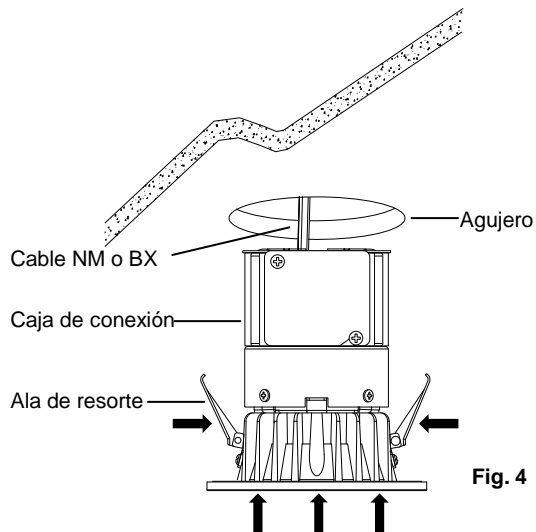

Fig. 4
- Levante la luminaria empotrable hasta el agujero del techo, mientras simultáneamente empuja el cable en exceso NM en el agujero. (Fig. 4)
- Levante y apriete las alas de resorte contra la caja de conexión, como se muestra, e inserte la luminaria empotrable en el agujero, empezando con la caja de conexiones. (Fig. 4)